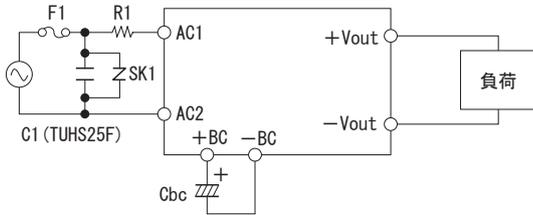

図1.1 (a) 標準接続方法 (AC入力, DC入力)
■TUHSシリーズを使用するためには、図1.1 (a), (b) の接続と表1.1の外部部品が必要です。